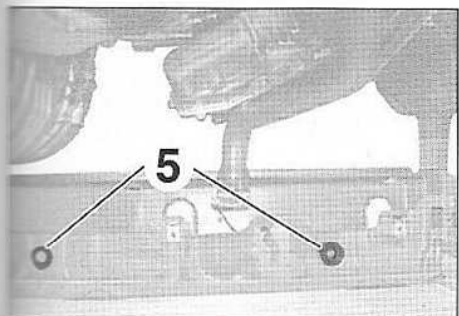

FIG.38
- Vérifier la présence des bagues caoutchouc inférieures (5) (Fig.38).